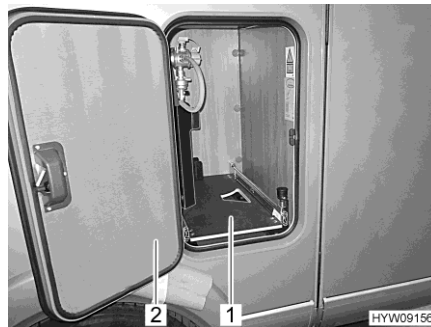

Bild 89 Gaskastenauszug
- Klappe (Bild 89,2) zum Gaskasten öffnen.
- Gaskastenauszug (Bild 89,1) herausziehen, bis der Knauf wieder einrastet. Der Gaskastenauszug ist jetzt in dieser Stellung arretiert.